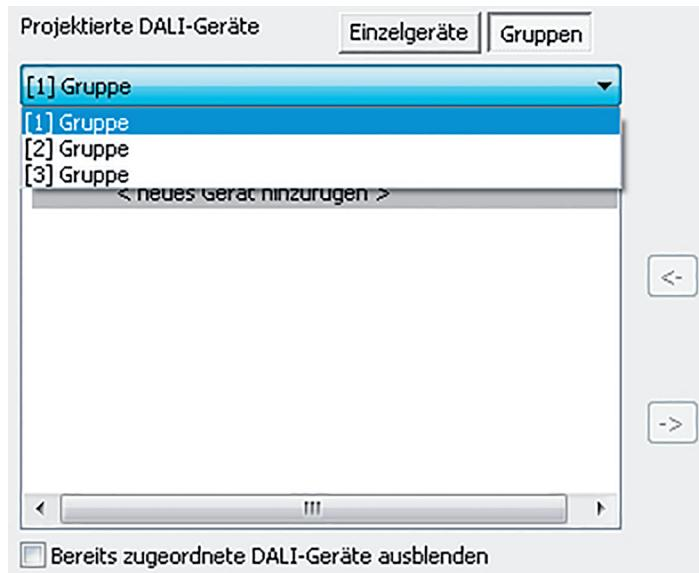

Bild 67: Gruppe auswählen
- Im linken Teilbereich der DALI-Inbetriebnahmumgebung die erforderliche Gruppe auswählen, zu der Betriebsgeräte hinzugefügt werden sollen (Bild 67).